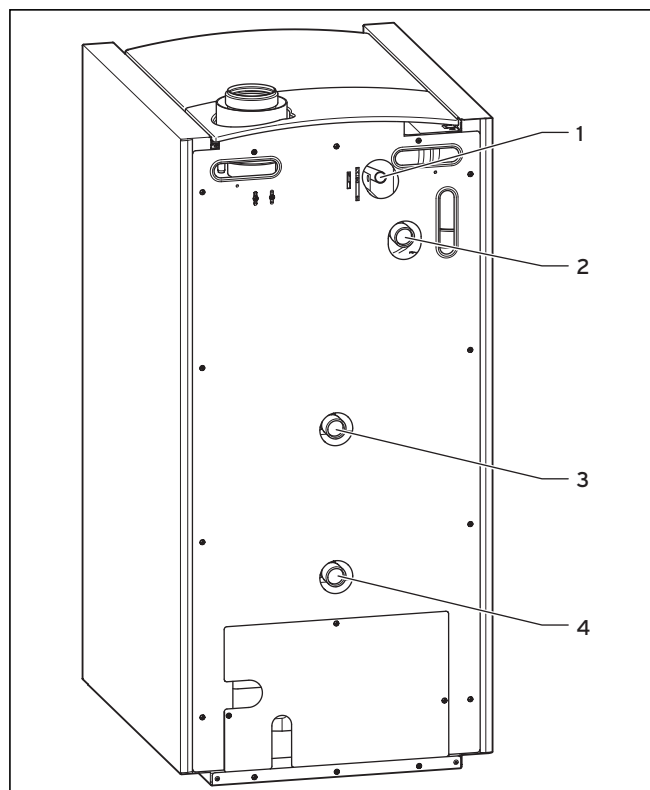

Fig. 5.4 Tilslutning på opvarmningssiden
- Tilslut beholderreturløbet, hvis et sådant findes, til varmekredsretur-tilslutningen for høj returtemperatur (**3 i fig. 5.4**).